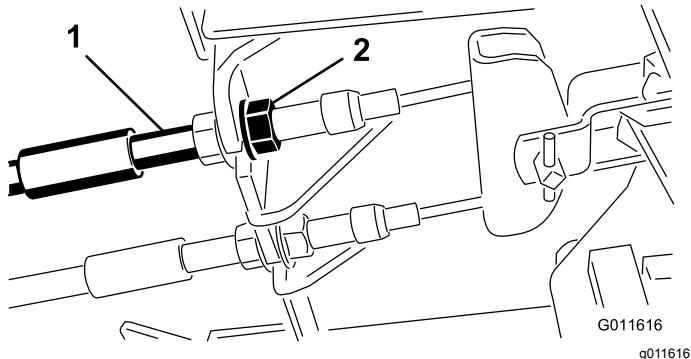

Figure 43
1. Pour réduire la garde aux pédales de frein, serrez les freins en desserrant l'écrou avant sur l'extrémité filetée du câble de frein (Figure 43).